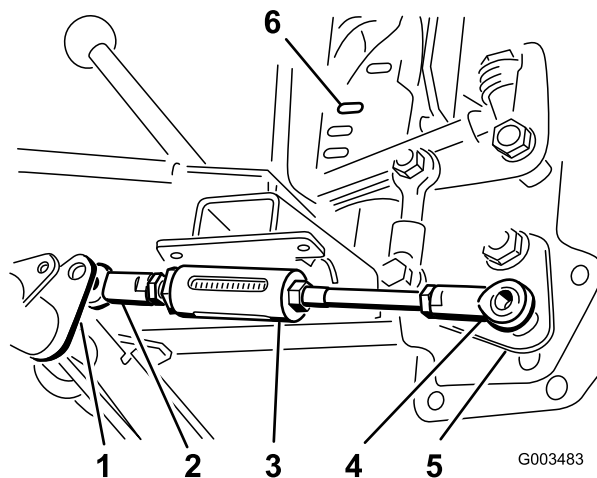

Figure 7
1. Positionnez la rotule du côté court de l'ensemble tige réglable à droite du levier de tige réglable sur le tube de pivot (Figure 7)
3. Placez la rotule du côté long de l'ensemble tige réglable sur le goujon au bas de l'ensemble poignée de relevage et fixez-la sans serrer avec un contre-écrou (1/2 pouce) (Figure 7).